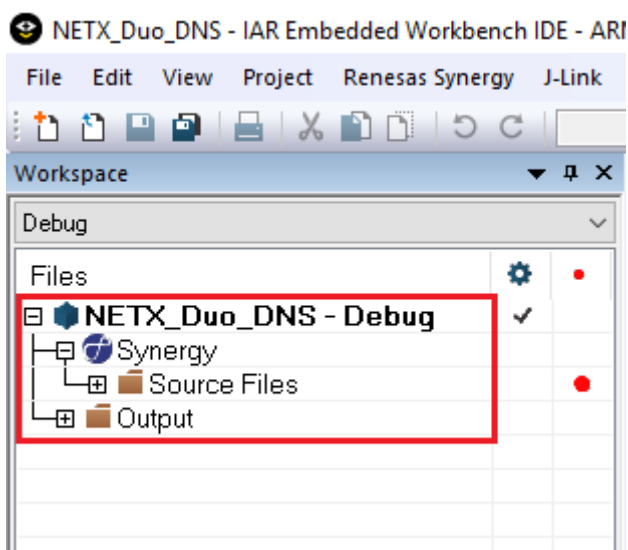

図 1.2 IAR EW for Synergy にロードされたプロジェクト
5. プロジェクトを開いた後、IAR EW for Synergy の ISDE で、プロジェクト構造 (図 1.2) が表示されます。